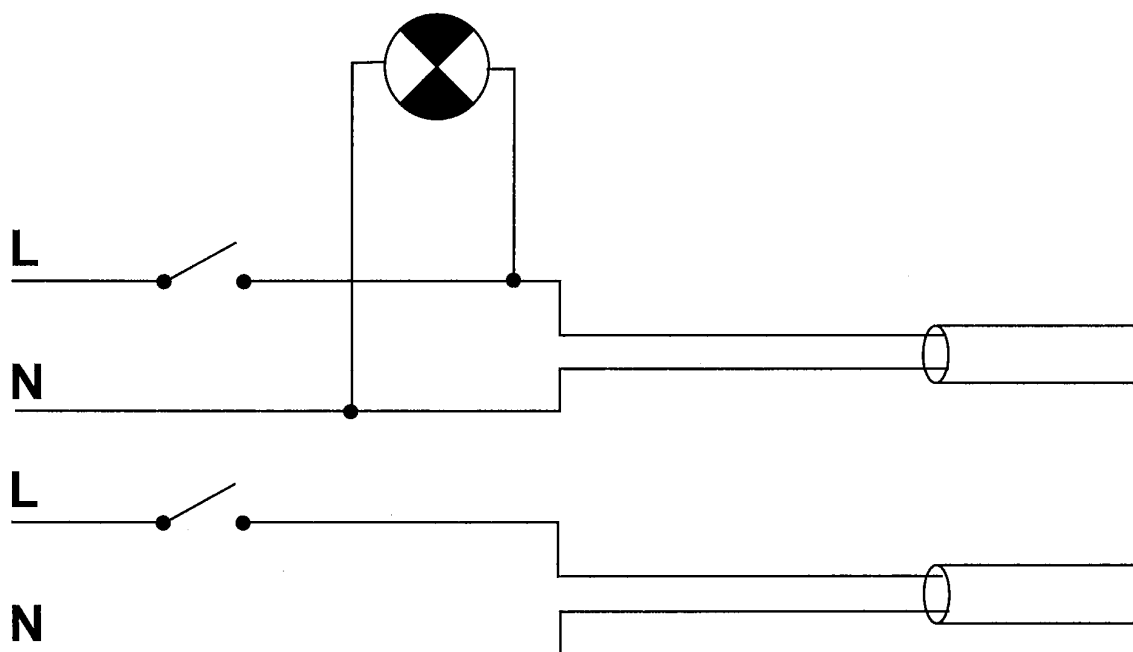

Fig.2
- Raccorder suivant le schéma fig.2